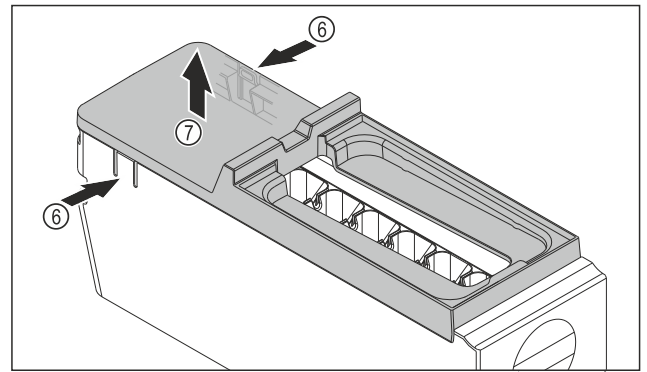

Fig. 132
- ▶ Afdekking van de EasyTwist-Ice-corpus wegnemen: Strips Fig. 132 (6) aan beide zijden van de EasyTwist-Ice-corpus met een hand indrukken.
- ▶ Afdekking Fig. 132 (7) met de andere hand van bovenaf wegnemen.